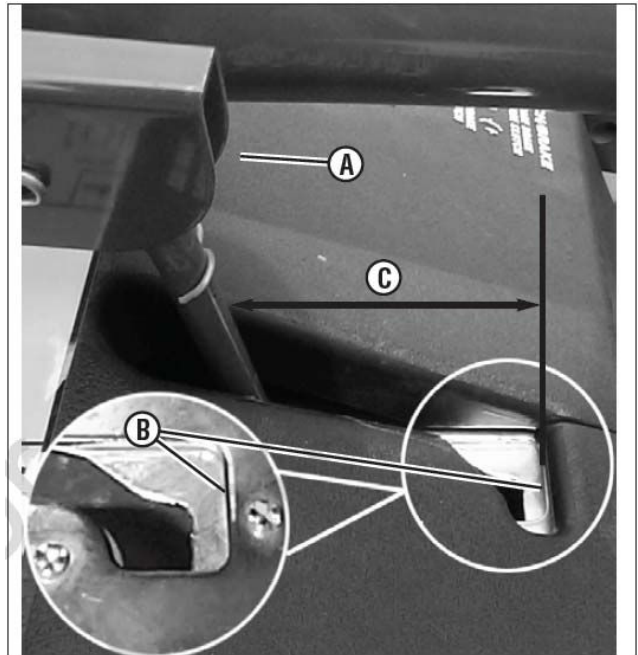

Рис. 32. Измерение зазора тормоза ножа
1. Рычаг ножа должен быть отключен. Измерьте расстояние между передней частью рычага ножа (А, рис. 32) и краем защелки (В). Это расстояние (С) должно быть в пределах 7,6-8,3 см. Если расстояние не соответствует вышеуказанному, переходите к шагу 2.